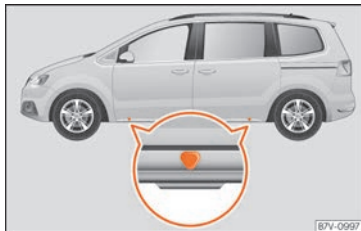
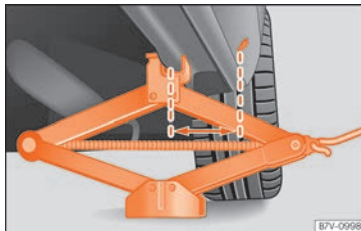

Fig. 71 Points de prise du cric.
Fig. 72 Cric placé sur la partie arrière gauche du véhicule.
Positionnez le cric uniquement aux points de prise indiqués (marques sur la carrosserie) » fig. 71. La marque indique la position des points de prise **en dessous** du véhicule. Les points de prise se trouvent sur les nervures situées **derrière** les arêtes avant » fig. 72. Utilisez à chaque fois le point de prise correspondant à la roue à changer » ⚠.
» fig. 71 le plus proche de la roue à changer.
» fig. 72.
9. Centrez le cric et continuez à le lever à l'aide de la manivelle jusqu'à ce que la griffe embrasse la nervure située en dessous du véhicule » fig. 72.
- Placez le cric exclusivement sur les points de prise mentionnés. La griffe du cric doit être bien assurée, et embrasser la nervure de renfort du bas de caisse » fig. 72.